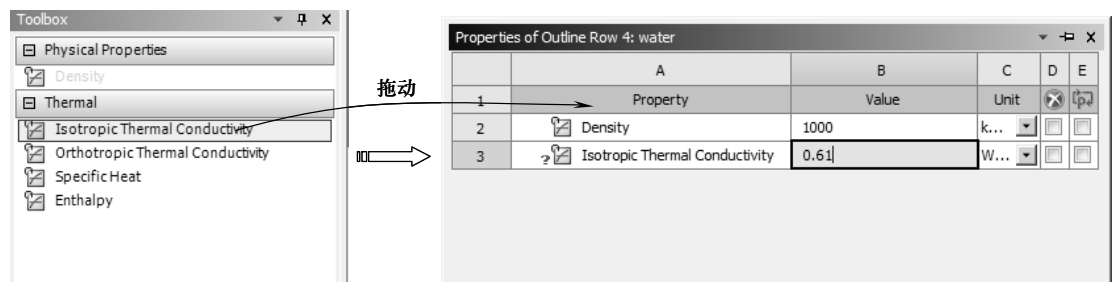

图 11-77 添加热导率属性
4) 同理，在【Toolbox (工具箱)】中【Thermal】下的【Isotropic Thermal Conductivity】选项上按住鼠标左键，拖动到 A1 栏的【Property】选项上，释放鼠标创建热导率属性并输入属性值 0.61，如图 11-77 所示。